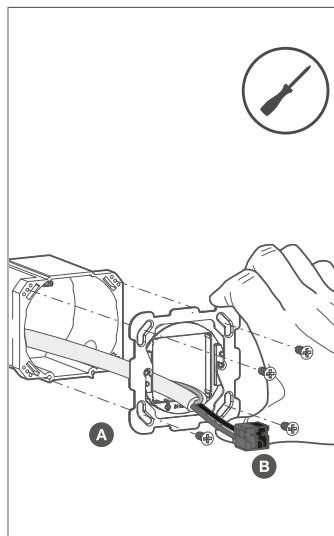

Fig. 7: Montaggio dell'anello di supporto
- Montare l'anello di supporto nella posizione corretta su una scatola da incasso (Fig. 7), osservando la marcatura «TOP».